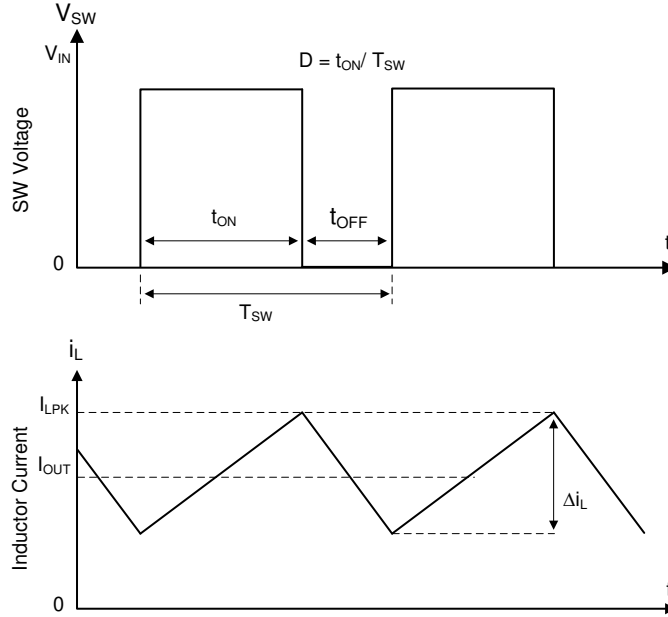

图 6-1. 连续导通模式 (CCM) 下的 SW 节点和电感器电流波形
TPS54x38 的以下运行说明涉及功能方框图和图 6-1 中的波形。TPS54x38 是一款同步降压转换器，具有集成式高侧 (HS) 和低侧 (LS) MOSFET (同步整流器)。TPS54x38 通过使用受控的占空比打开高侧和低侧 NMOS 开关来提供稳定的输出电压。高侧开关导通期间，SW 引脚电压上升至约 V_{IN} ，电感器电流 i_L 以线性斜率 $(V_{IN} - V_{OUT})/L$ 增加。当高侧开关被控制逻辑断开时，低侧开关在经过反击穿死区时间后将会导通。电感电流通过低侧开关以斜率 $-V_{OUT}/L$ 放电。降压转换器的控制参数为占空比 $D = t_{ON}/t_{SW}$ ，其中 t_{ON} 是高侧开关导通时间， t_{SW} 是开关周期。转换器控制环路通过调整占空比 D 来维持恒定的输出电压。在可忽略损耗的理想降压转换器中， D 与输出电压成正比，与输入电压成反比： $D = V_{OUT}/V_{IN}$ 。